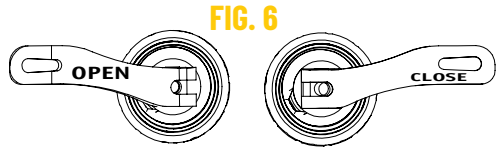

FIG. 6
- Controllate che le ruote siano saldamente ancorate al telaio con il bloccaggio chiuso in posizione corretta (Fig. 6). **Attenzione, l'eventuale allentamento del bloccaggio dovuto da una posizione non corretta di chiusura, potrebbe essere causa di incidenti, lesioni gravi o mortali.**